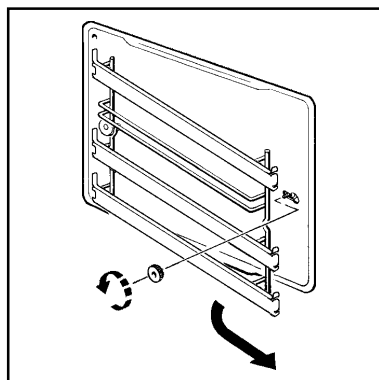

Fig. 28
1. Devissez les vis de serrage des glissières et enlevez-les (Fig. 28)